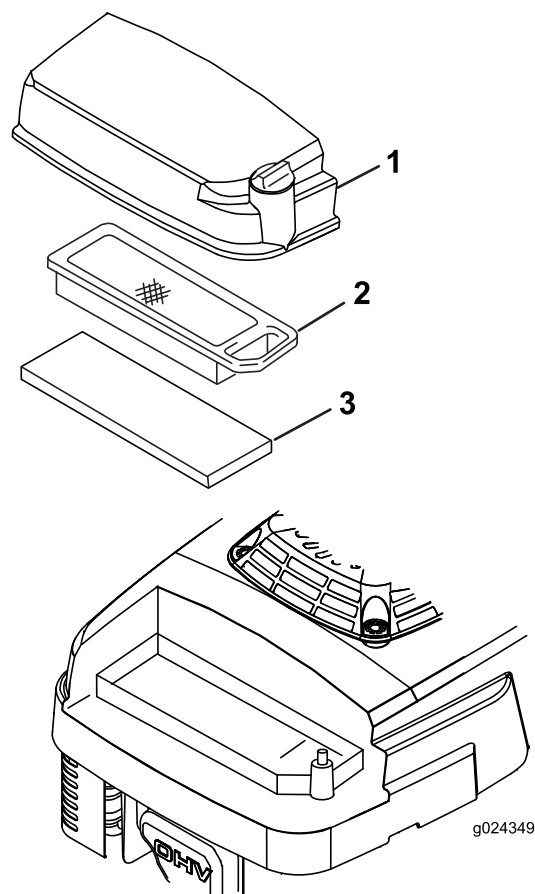

Figura 20
3. Allentate la vite sul coperchio del filtro dell'aria (Figura 20).
5. Togliete e controllate i filtri di carta dell'aria (Figura 20) e sostituiteli se sono eccessivamente sporchi.
6. Togliete il prefiltro in schiuma sintetica (Figura 20) e lavatelo con acqua e detersivo neutro, infine tamponatelo finché non è asciutto.